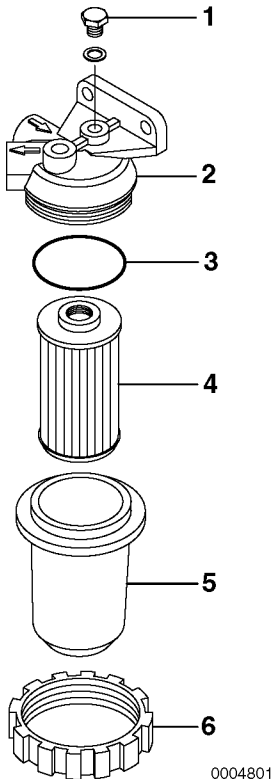

Figure 4
3. Desserrez la vis de purge d'air (**Figure 4, (1)**) 2 à 3 tours.